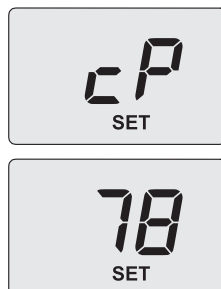

Figura 9.12
- Utilizzare i tasti 14 o 15, sul display LCD le lettere **CP** si alternano con il valore di temperatura dell'acqua di riscaldamento (es. **78**) e compare la scritta "**SET**", indicanti l'entrata nell'attivazione della "funzione spazzacamino" alla potenza massima in riscaldamento (Figura 9.12);
no" alla potenza massima in riscaldamento (Figura 9.12);